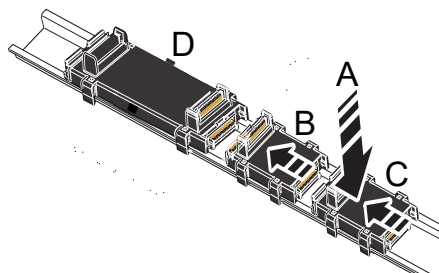

Fig. 10-9: Connexion des modules de socles de bus S20 entre eux et au module de socle de bus de commande
2. Montez le module de socle de bus S20 comme indiqué dans Fig. 10-9 "Connexion des modules de socles de bus S20 entre eux et au module de socle de bus de commande" à la page 22.